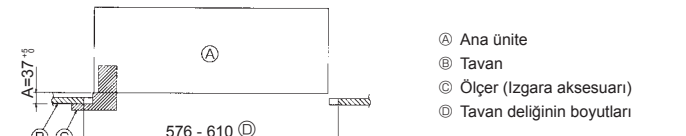

Fig. 4-6
3. Ana ünite tavandaki montaj deliğiyle hizalanmıyorsa, montaj levhasındaki bir yarık vasıtasıyla ayarlanabilir. (Fig. 4-6)